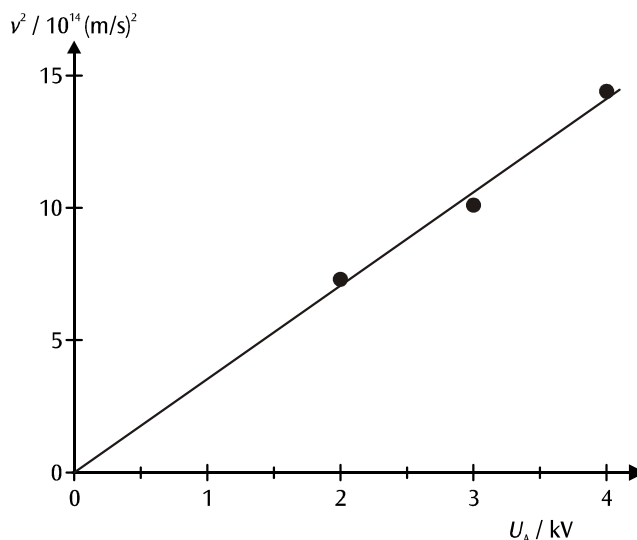

Fig. 7: Grafische Darstellung des Zusammenhangs zwischen v^2 und U_A
Fig. 7 zeigt den Zusammenhang zwischen dem Quadrat der Geschwindigkeit und der Anodenspannung. Aus der Steigung der eingezeichneten Ursprungsgeraden lässt sich nach Gl. (8) ebenfalls die spezifische Ladung des Elektrons bestimmen.